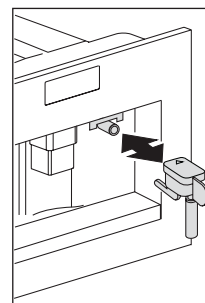

Fig. 13
- ▶ Para voltar a utilizar o aparelho, introduza o bico de água quente (Fig. 13) se ainda não estiver em posição e prima o ícone ☐ (B9). Prima o ícone ☐ (B9) em poucos segundos e faça sair água do bico durante cerca de 30 segundos. Quando a dispensa parar, aparecem novamente os modos básicos.